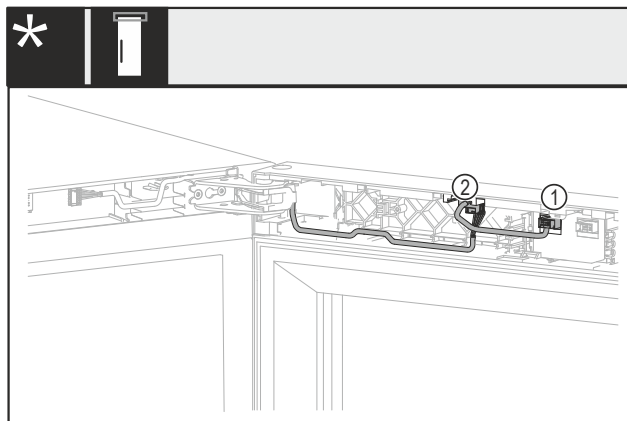

Fig. 18 Sin candado o con candado mecánico*
- Extraiga el conector macho Fig. 18 (1).*
- Extraiga el conector macho Fig. 18 (2).*